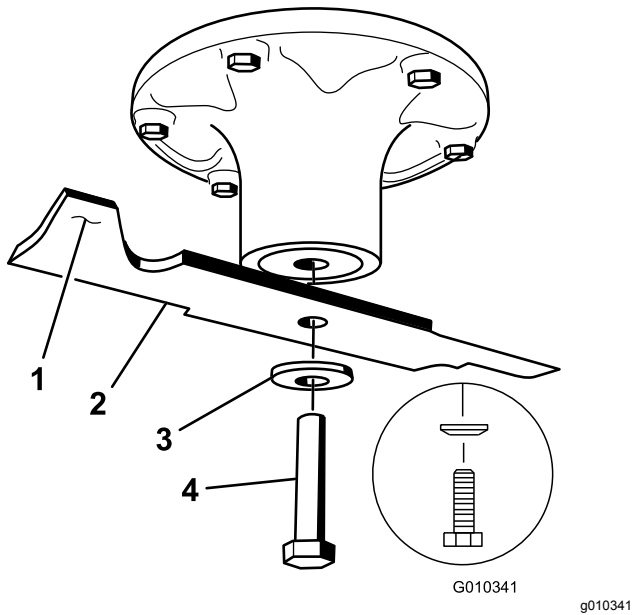

Figura 67
Sujete el extremo de la cuchilla usando un trapo o un guante grueso. Retire del eje el perno de la cuchilla, la arandela curva y la cuchilla (Figura 67).
Si la cuchilla se mantiene horizontal, está equilibrada y puede utilizarse. Si la cuchilla no está equilibrada, rebaje algo el metal en la parte de la vela solamente (Figura 67). Repita este procedimiento hasta que la cuchilla esté equilibrada.
- Instale la cuchilla en el eje (Figura 67).
- Instale la arandela de muelle y el perno de la cuchilla. El cono de la arandela de muelle debe estar orientado hacia la cabeza del perno (Figura 67). Apriete el perno de la cuchilla a 135–150 N·m.